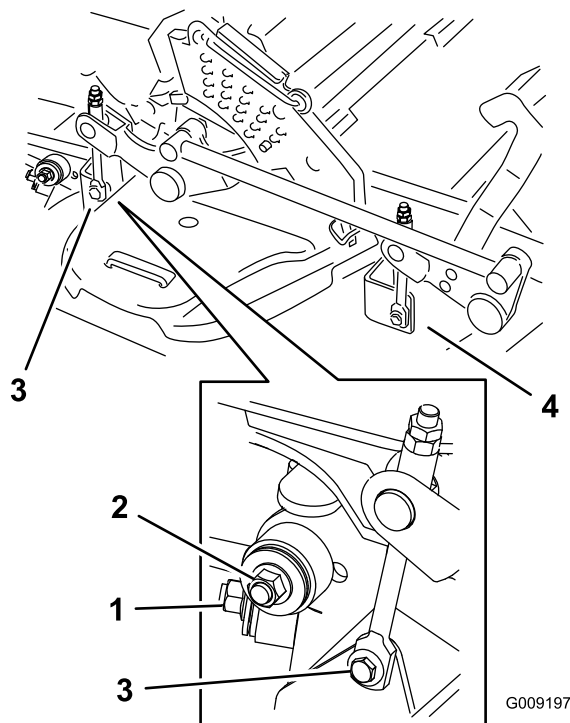

Figura 99
7. Retire y guarde los herrajes de ambos lados de la carcasa, según se muestra en Figura 99.